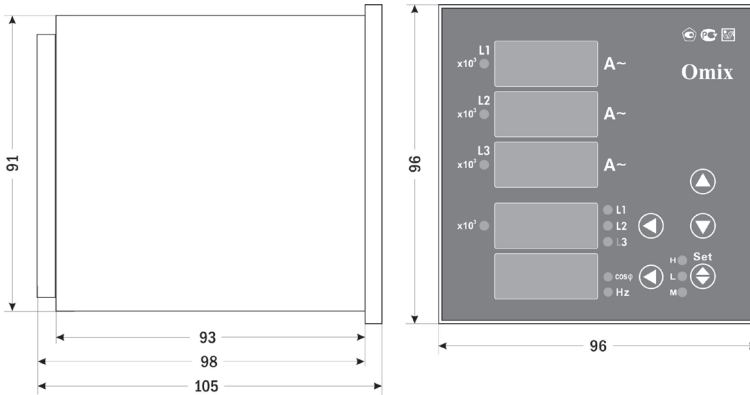

Рис. 3 – Размеры прибора
1. Подключите прибор к исследуемой цепи в соответствии со схемами подключения (см. рис. 3–9).